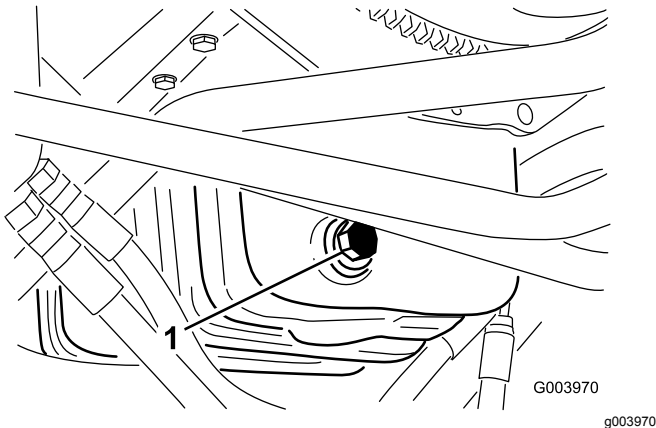

Figura 48
1. Retire o tampão de escoamento (Figura 48) e deixe o óleo escorrer para um recipiente adequado.